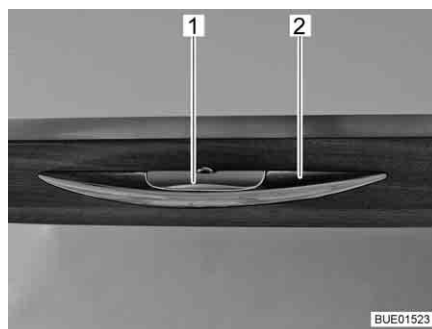

Bild 54 Möbelklappe mit Entriegelungsgriff
- Entriegelungsgriff (Bild 54,1) drücken und gedrückt halten.
- Am Griff (Bild 54,2) ziehen, bis die Möbelklappe offen ist.